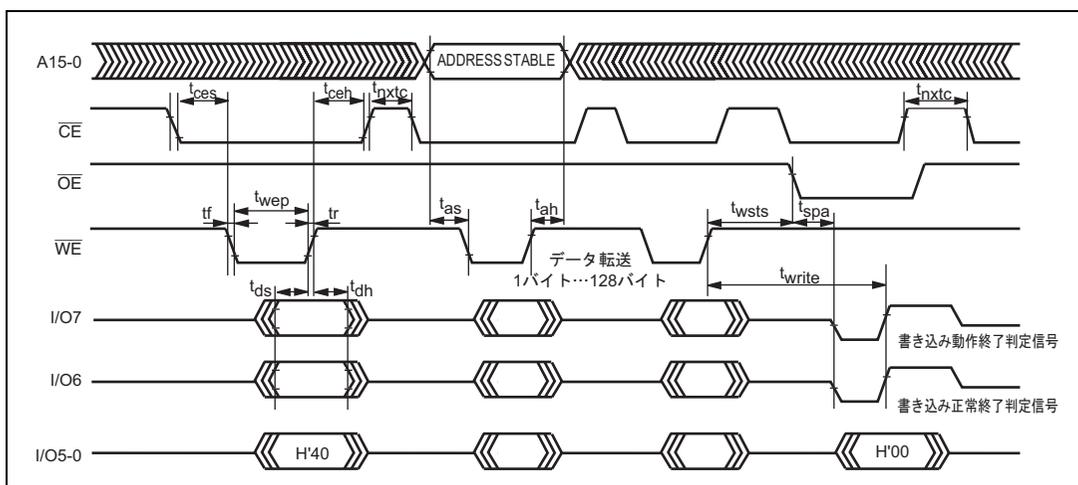

図 6.17 自動書き込みのタイミング波形
5. メモリアドレスの転送は第2サイクルで行います（図6.17）。第3サイクル以降は転送しないでください。